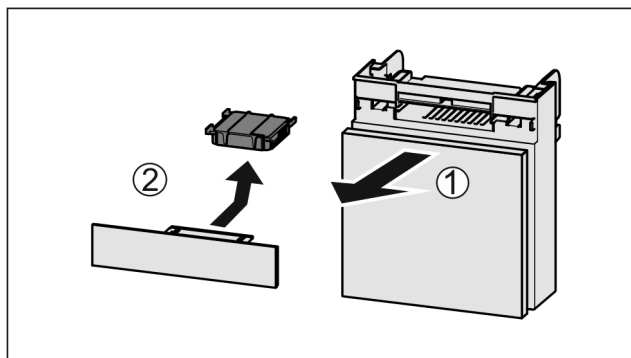

Fig. 214
- ▶ Вытянуть Fig. 214 (1) отделение движением вперед.
- ▶ Извлечение Fig. 214 (2) фильтра с активированным углем.